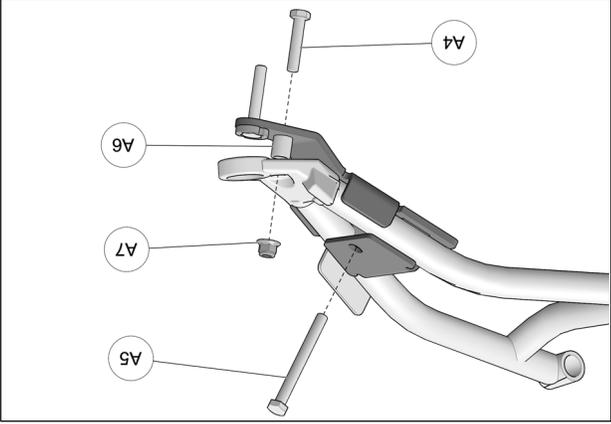

Fig. 16
6. Insérer le boulon M10x100mm (A5) par le trou de la partie supérieure de l'ancrage. Insérer le boulon M10x50mm (A4) par le dessous de l'ancrage, à travers la douille (A6) et le bras de suspension. Assembler l'ancrage au bras de suspension avec l'écrou (A7) fourni. Serrer l'assemblage à un couple de 50 N•m [37 lb•pi]. Voir la Fig. 16